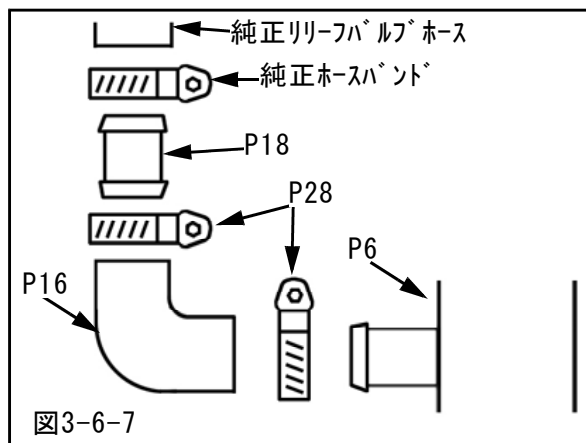

図3-6-7
(8) 切断した純正リリーフバルブホースを純正リリーフバルブ及びインタークーラアウトレットパイプNo.2に取付けてください。〈図3-6-7〉